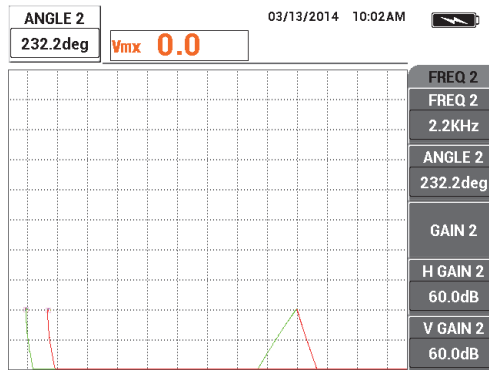

図 5-117 位相 2 値の調整
6. その位置にプローブを置いた状態で、位相キー（) をもう一度押し、信号ができる限り水平になるように位相 2 を調整します（213 ページの図 5-117 を参照）。